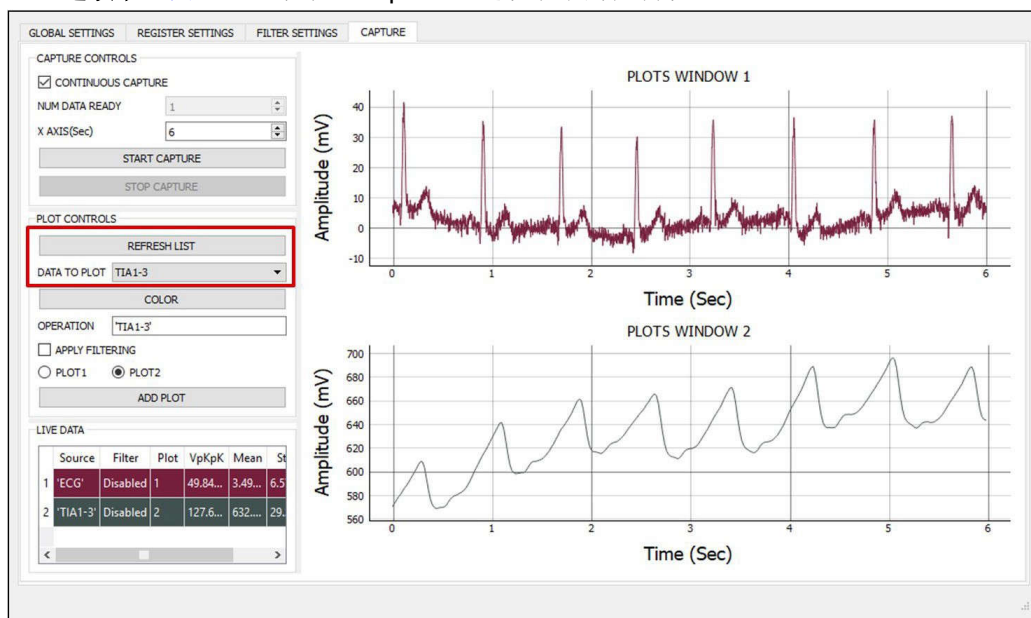

图 3-9. “Capture” 选项卡中的控制项
5. **“Capture” 选项卡**：图 3-9 显示了“Capture”选项卡中的控制项。